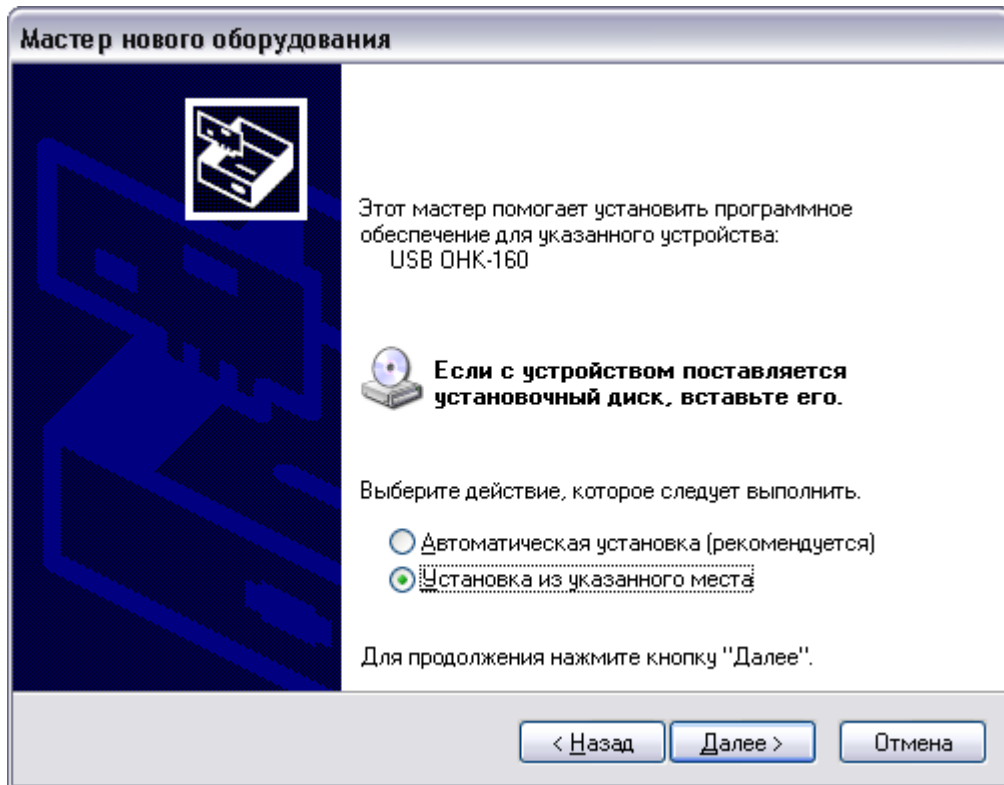

Рисунок 12.
6. Выбрать пункт «Установка из указанного места» (Рисунок 12) и нажать кнопку «Далее».